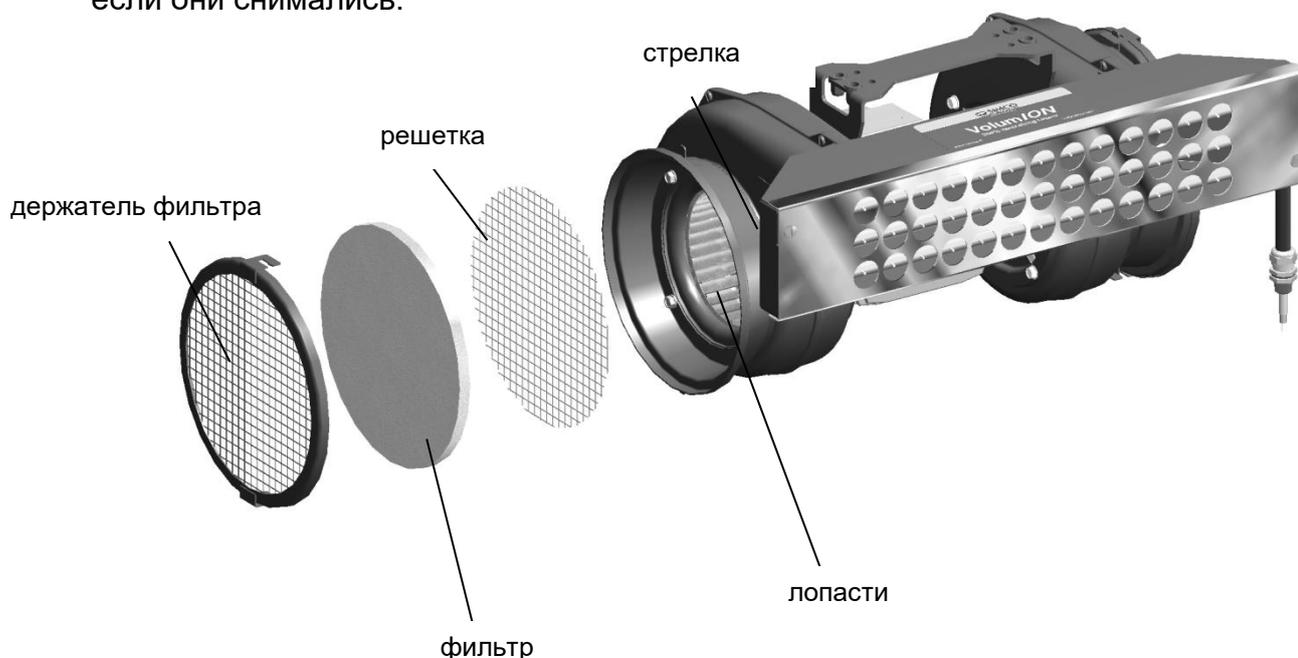

Рис.5: установка воздушных фильтров устройства VolumION
Необходимо проверить направление вращения лопастей в корпусе компрессора. На корпусе компрессора имеется стрелка, указывающая это направление. Вы также можете увидеть направление вращения, посмотрев на решетку. При установленных фильтрах придется один из них изъять, для проверки направления движения. См. рис.5
- Замените решетку, фильтр и держатель фильтра на корпусе фильтра (рисунок 5), если они снимались.